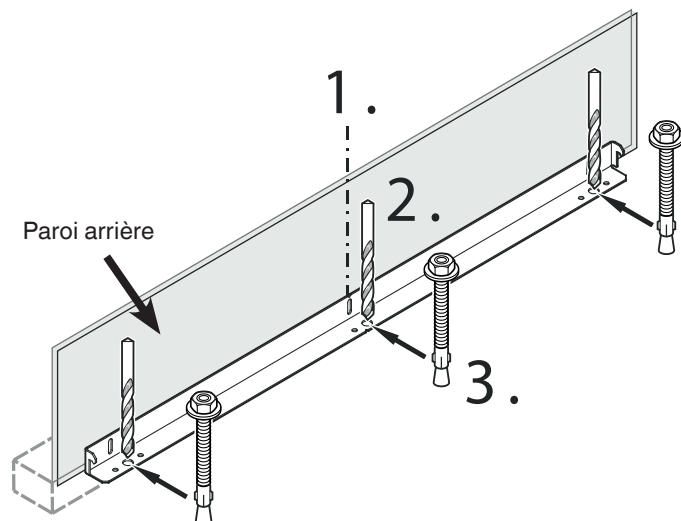

Figure 4
Montage du dispositif anti-basculement sur un sol en béton - figure 4 - 5
2. Percer des trous de 10 mm de diamètre dans les positions représentées à la **figure 4** en utilisant un foret au carbure. La profondeur des trous doit être supérieure à la longueur totale des tirants. Nettoyer les trous après le perçage.